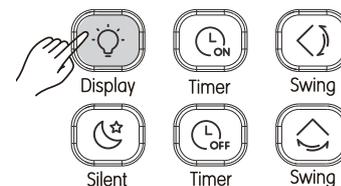

Figura 3.14
- 1) Pressione  (Figura 3.14) e o display da unidade terminal se iluminará;